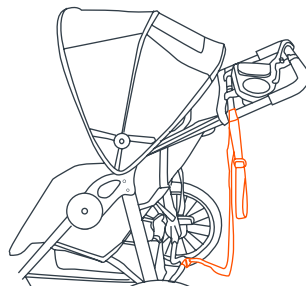

Fig. 16b
- La correa de seguridad debe permanecer conectada al travesaño del armazón inferior trasero en todo momento. Esta posición tiene como fin evitar que el cochecito se incline hacia atrás en caso de que usted se caiga al suelo. La correa de seguridad incluye un accesorio de Velcro para su almacenaje, a la izquierda del cochecito, cuando no está en uso (Fig. 16b).